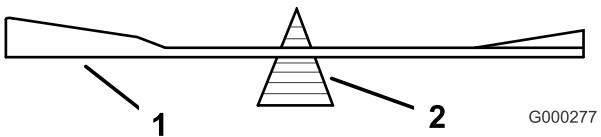

Figure 57
2. Vérifiez l'équilibre de la lame en la plaçant sur un équilibrage (Figure 57).